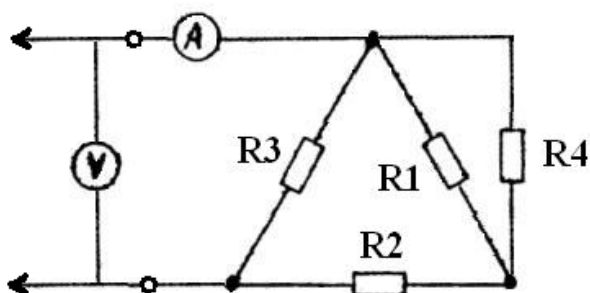

Рис.1.1 Электрическая схема линейного двухполюсника.
2.2. Собрать схему с подключенным линейным двухполюсником согласно рис. 1.1.
2.4. Вывести формулу эквивалентного сопротивления пассивного двухполюсника по схеме рис. 1.1 исходя из значений сопротивлений  $R_1$ ,  $R_2$ ,  $R_3$ ,  $R_4$ . Рассчитать эквивалентное сопротивление с учетом измеренных величин сопротивлений по пункту 2.1.